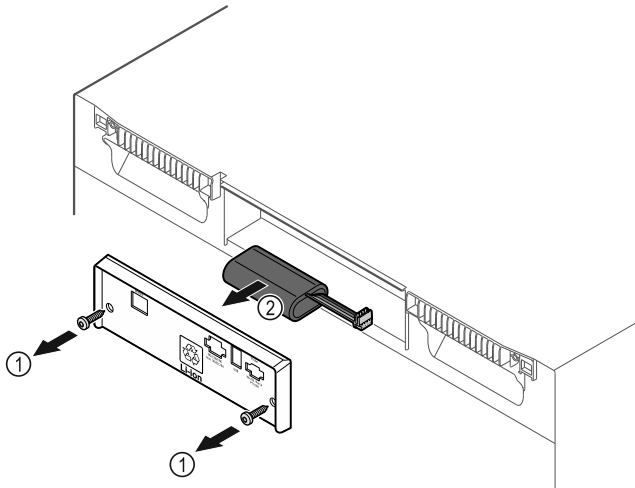

Fig. 235
- ▶ Открутите винты и снимите крышку с задней стороны устройства Fig. 235 (1).
- ▶ Отсоедините и извлеките аккумуляторную батарею Fig. 235 (2).